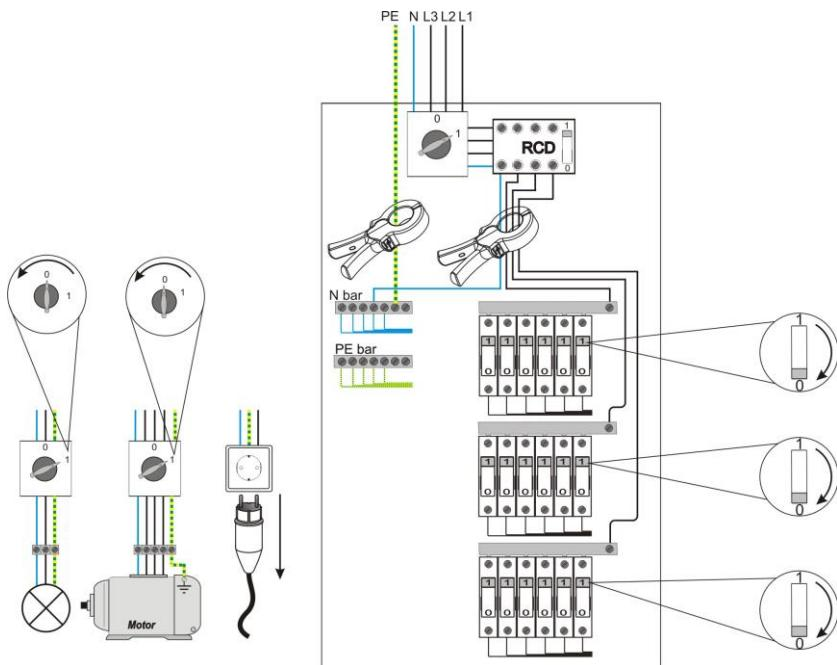

Abb. 7: Auffinden der Quelle eines zu hohen Ableitstroms – durch Abschalten
3. Falls der Ableitstrom zu hoch ist, versuchen Sie, den Fehler nachgelagert in der Anlage einzuzgrenzen. Dies kann geschehen durch Abtrennen einzelner Teile der Anlage, wie in Abb. 7 gezeigt – Unterverteilertafeln, Sicherungen, Schalter, Geräte usw. Wenn das fehlerhafte Teil abgetrennt wird, sinkt der Ableitstrom oder fällt auf null.